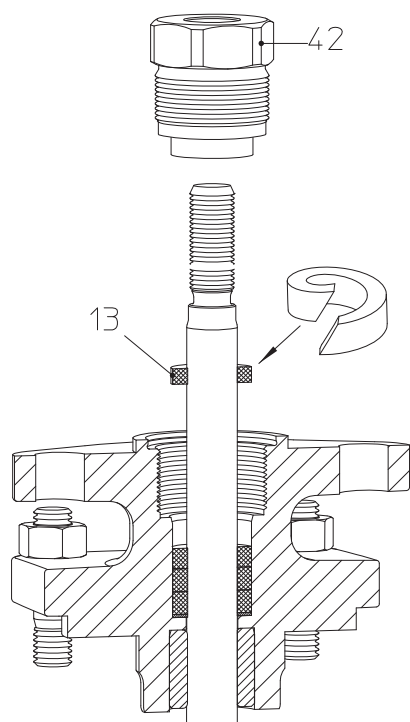
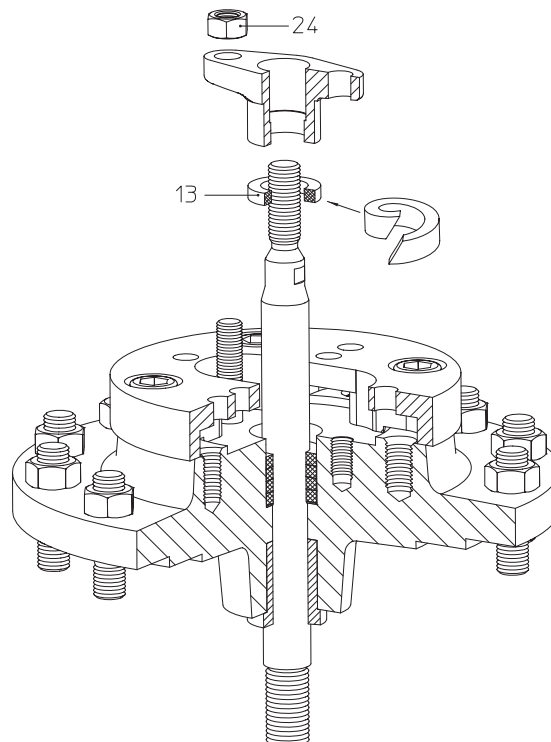

Рис. 13: сальниковая набивка DN15-150
Рис. 14: сальниковая набивка DN125v-150v
- Установите новое уплотнительное кольцо (поз. 13), руководствуясь Рис. 13 и Рис. 14.